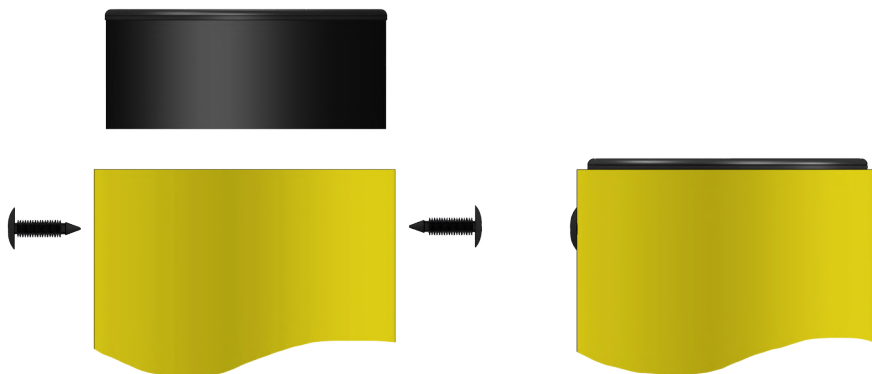

Рисунок 7. Встановлення кришок стовпів
6. Верхівки стовпів закрити кришками. Для фіксації кришок просвердлити отвори діаметром 7 мм на відстані 20 мм від верхівки стовпа в одній площині та вставити фікси (рис. 7).